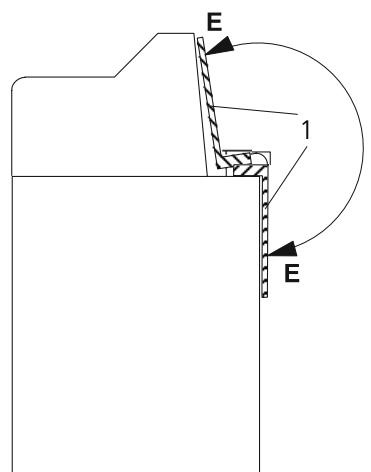

Abb. 22 Erlaubte Positionen der Streuscheibe am Prismenkopf
Vergewissern Sie sich vor dem Heranfahren der Spaltlampe an den Patienten darüber, dass sich die Streuscheibe (1, Abb. 22) am Prismenkopf in einer der beiden Endlagen (E) befindet, um Augenverletzungen zu vermeiden.